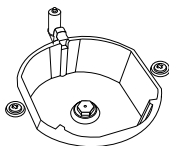
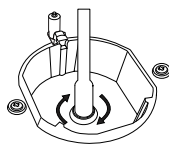

Figure 3
Figure 4
2. Veuillez retirer le gicleur (figure 3) du brûleur à l'aide d'un tournevis spécial et installez un nouveau gicleur. (Figure 4)